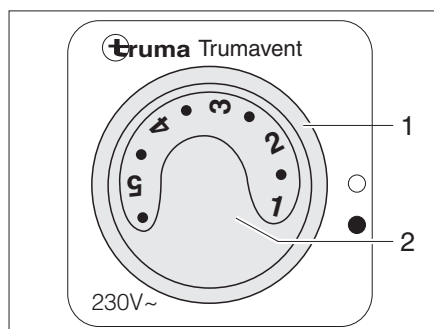

Fig. 110 Commutateur de commande du ventilateur à air pulsé (230 V)
- Mettre l'interrupteur tournant (Fig. 110,1) sur "●".
- Régler la puissance désirée du ventilateur à air pulsé à l'aide du bouton de commande (Fig. 110,2).
- Mettre l'interrupteur tournant (Fig. 110,1) sur "○".